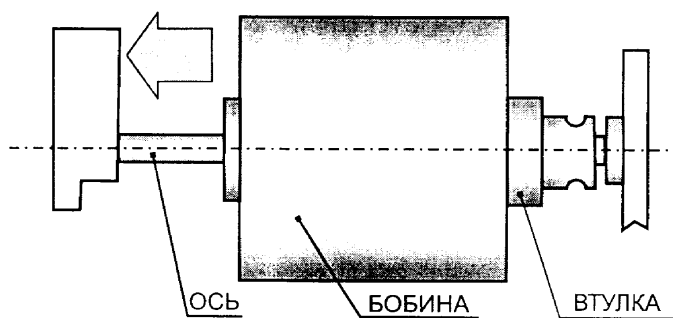

Рис.3.7.
- установить бобину чековой ленты (рисунок 3.2 для “МИКРО 103К”), (рисунок 3.7 для “МИКРО 104К”);